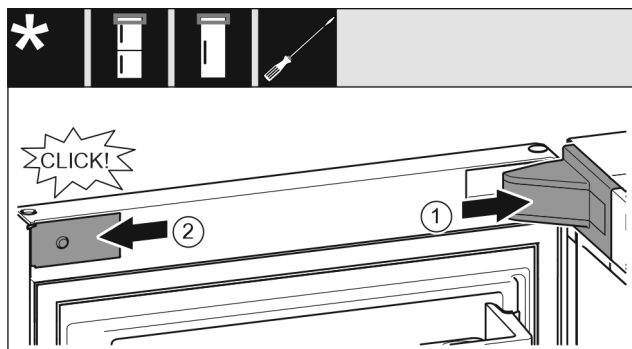

Fig. 23
- ▶ Helyezze fel és pattintsa be a csapágybak fedelét Fig. 23 (1), szükség esetén óvatosan nyomja szét.
- ▶ Helyezze fel oldalra a takarólemezt Fig. 23 (2), és pattintsa be.